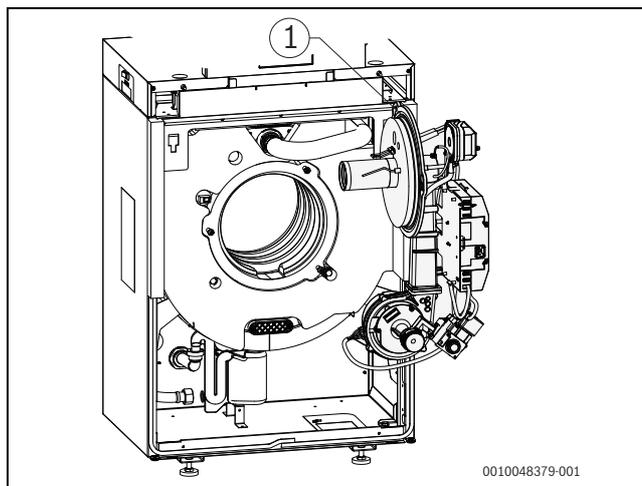

Fig. 29 Brûleur en position de service
- ▶ Avant de monter le brûleur, vérifier que le joint torique (→ Figure 29) est bien en place et corriger si nécessaire.